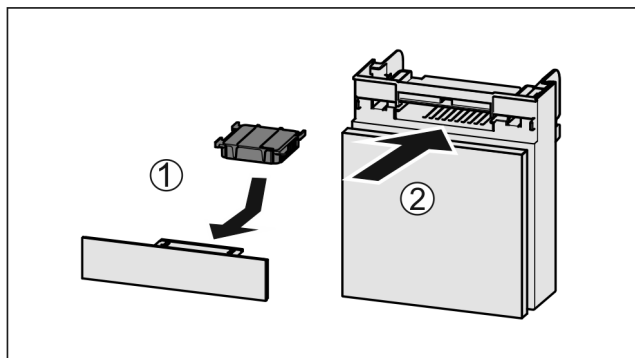

Fig. 137
- Поставете Fig. 137 (1) филтъра с активен въглен, както е показано на фигурата.
- Вкарайте Fig. 137 (2) отделението.